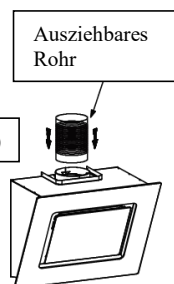

Abb. 3
5. Bringen Sie das Abzugsrohr wie unten abgebildet am Ventil an und befestigen Sie es mit Kabelbinder. Die beiden Enden des Rohrs sind unterschiedlich: am einen Ende befindet sich ein Kunststoffring, am anderen nicht. Das Ende ohne Kunststoffring ist zur Anbringung am Ventil bestimmt (siehe Abb. 3 und 4).